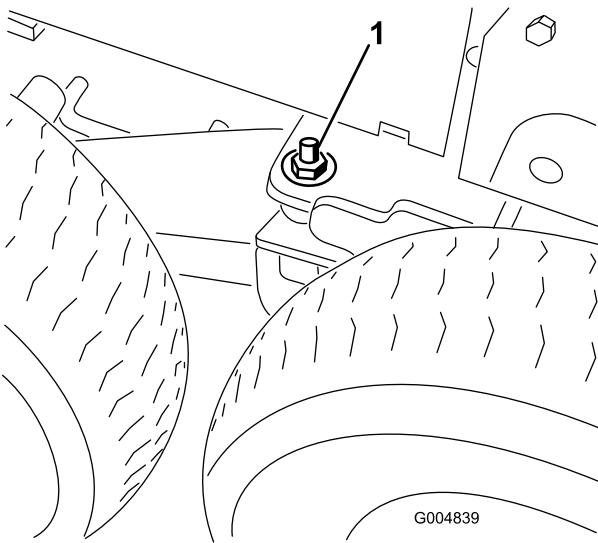

Bild 118
43. Entfernen Sie die Flachscheibe (1/2") und die Mutter (1/2"), die an dem Bolzen an jedem Drehgestell-Drehzapfen angebracht sind (Bild 118).